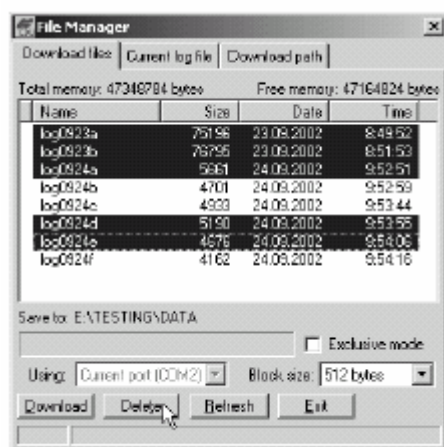

Figura 3-13. Borrar Archivos
2. En la pestaña *Descarga Archivos* o *Archivos Registro Actual*, seleccione el archivo(s) que quiere borrar (Figura 3-13).
3. Haga clic en **Borrar** (Figura 3-13).